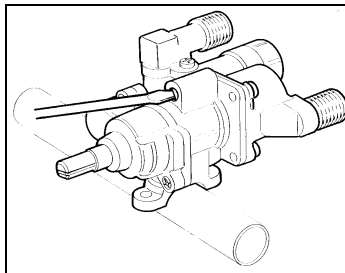

Fig. 19
8. Con un cacciavite a lama agire sulla vite di strozzamento (Fig. 19) e, osservando contemporaneamente la fiamma attraverso l'oblò della cucina, valutare la consistenza facendo in modo che rimanga accesa eseguendo con la manopola rapidi passaggi dalla posizione di MINIMO a quella di MASSIMO.